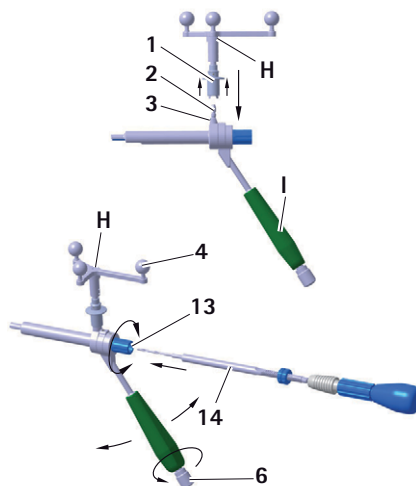

Рис. 10 Монтаж звездчатого опорного блока Aescular на направляющей втулке S⁴C для винтов с цилиндрическим хвостовиком
- ▶ Для обеспечения беспрепятственной визуализации камерой отражающих маркерных шариков, отвинтить ручку 6 на рукоятке S⁴C направляющей втулки S⁴C I и повернуть блок управления Aescular H в нужное положение, см. Рис. 10.